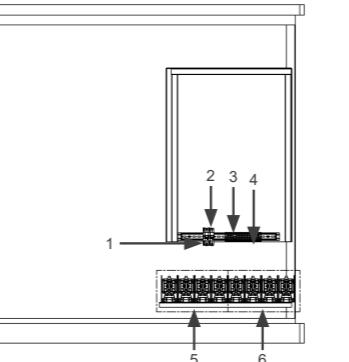

Figura 5.2: Ajuste da tensão da rede de alimentação
3. Localize o conjunto de bornes XV na parte inferior da Cabine de Potência (Figura 5.2).
4. Usando uma chave de fenda 4 mm, retire os três (03) cabos dos bornes XV/R/S/T e reposicione nos bornes R/S/T: 380, 440, 460 ou 480 V, de acordo com a tensão de alimentação desejada.